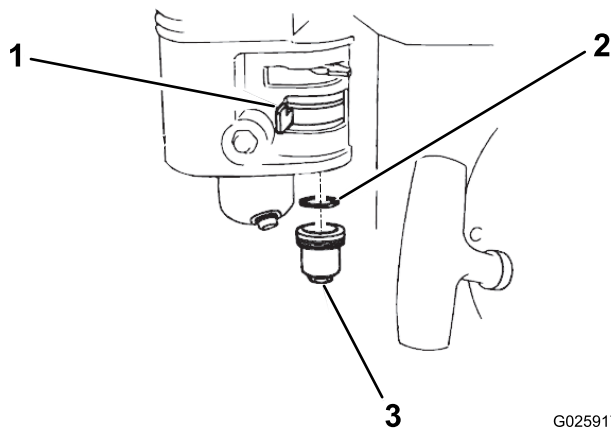

Bild 35
1. Stellen Sie den Kraftstoffhahn in die AUS-Stellung und nehmen dann die Sedimentschale und den O-Ring ab (Bild 35).